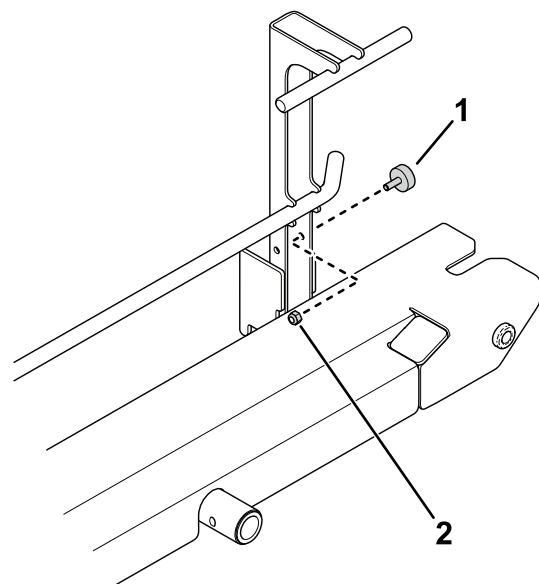

Figura 11
3. Utilizzate un dado (1/4") per montare un paraurti al gruppo rampa (Figura 11).